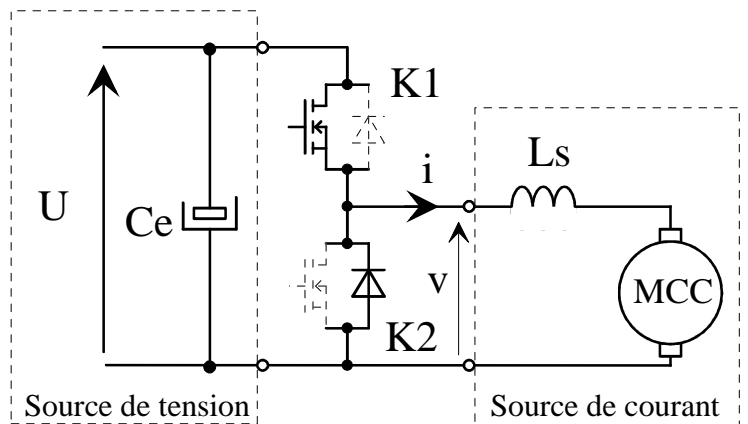

Fig. 8.2 Fonctionnement en hacheur de type BUCK (dessins\hacheur6.drw).
- g) Simplifier le schéma de la figure 8.2, en tenant compte des hypothèses ci-dessus.